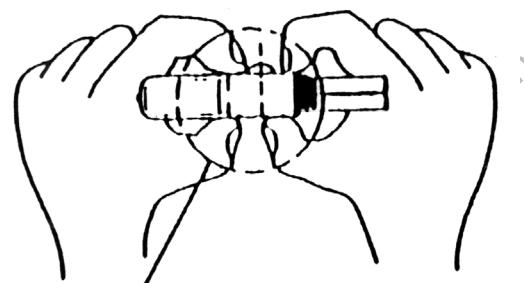

Figura 4-44. Método del punto de apoyo
1. Palpe la bomba de control, ubique el botón de desactivación y coloque el dedo índice sobre él (en el lado del tubo). (**Figura 4-44**)